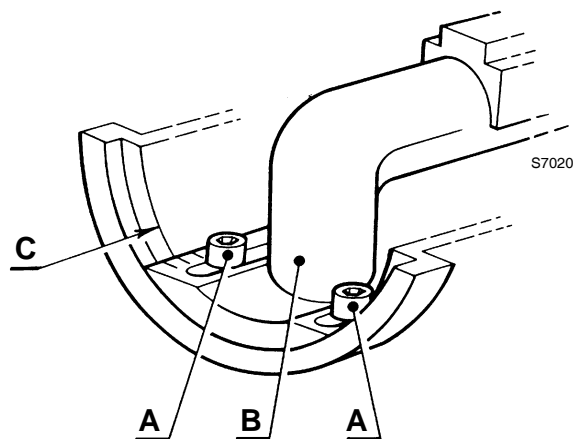

图 9
- 拧松螺丝A) (图9)，移动弯头B)使之与连接器(C)的端面对齐到设定的刻度。
- 拧松两个螺丝A) (图9)，不要取下它们；